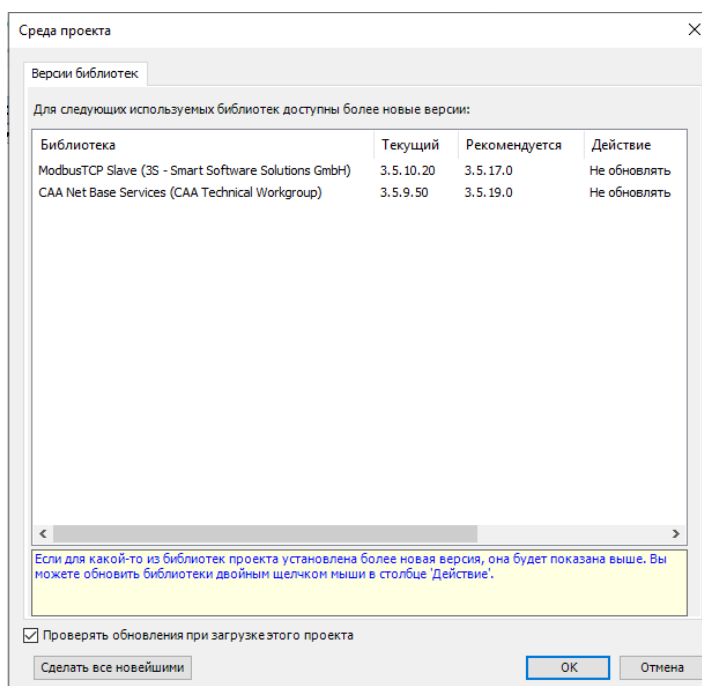

Рисунок 2.1 – Запрос на обновление библиотечных элементов
3. При запросе обновления библиотечных элементов (рисунок 2.1), нажать кнопку «Отмена».